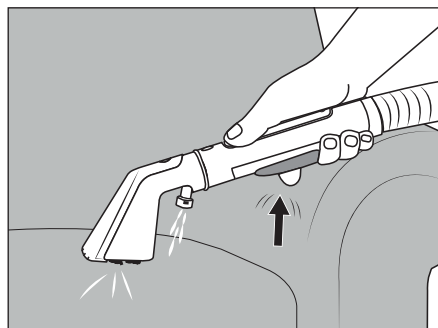

Fig. 6
(1) Asigurați-vă că orificiile de aspirare **28/31** ale duzei pentru tapițerie **22**, respectiv ale duzei pentru rosturi **29** nu sunt blocate de obiecte nefixate, scame, păr sau altele asemenea care se află în jur atunci când folosiți aparatul. Acest lucru poate provoca deteriorarea duzei pentru tapițerie **22**, respectiv a duzei pentru rosturi **29** și poate determina funcționarea necorespunzătoare a acesteia. (2) Verificați eticheta producătorului pentru instrucțiuni speciale de îngrijire înainte de a curăța tapițeria/covorul. Aparatul nu este potrivit pentru materiale textile sensibile (de exemplu, mătase, piele, flokati etc.). (3) Atunci când folosiți substanțe de curățare (detergent cu oțet și substanțe de curățare a tapițeriei), testați întotdeauna mai întâi curățarea cu aparatul pe o zonă puțin vizibilă pentru a vă asigura de rezistența culorii. (4) Aparatul trebuie montat corespunzător înainte de funcționare, iar rezervorul de apă curată **2** trebuie să fie umplut. (5) Opiți aparatul înainte de înlocuirea între ele a duzei pentru tapițerie **22** și a duzei pentru rosturi **29**. (6) Dacă rezervorul de apă murdară **7** este plin, plutitorul **6** închide orificiul de aspirare, iar aparatul funcționează la turație crescută. Opiți aparatul imediat (a se vedea capitolul **Curățarea rezervorului de apă murdară**).
- ◆ Țineți duza pentru tapițerie **22** la 2-3 cm deasupra zonei de curățat și apăsați butonul de pulverizare **20** pentru a aplica apă/soluție de curățare de la duza de pulverizare **20** (a se vedea fig. 6).